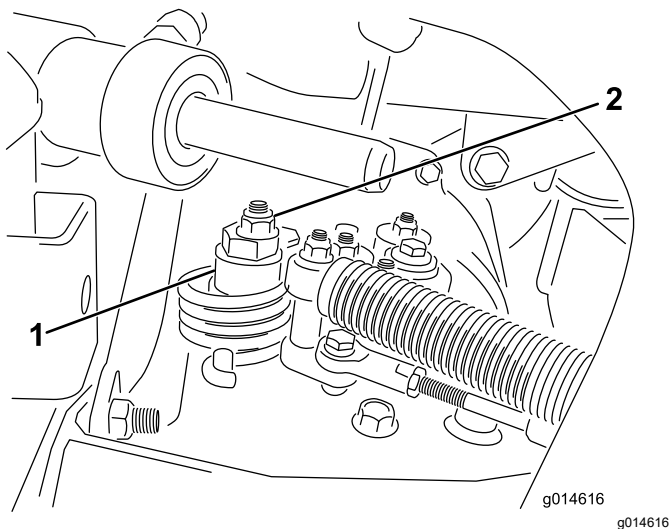

Figura 37
- A. Allentate il dado che fissa l'eccentrico alla parte superiore dell'igrostat (Figura 37).
- C. Fate girare l'eccentrico finché non riscontrate movimenti in alcuna direzione. Quando la ruota cessa di girare, serrate il dado di bloccaggio dell'eccentrico per mantenere la messa a punto (Figura 37). Verificate la regolazione portando l'acceleratore in posizione di MINIMA e MASSIMA.